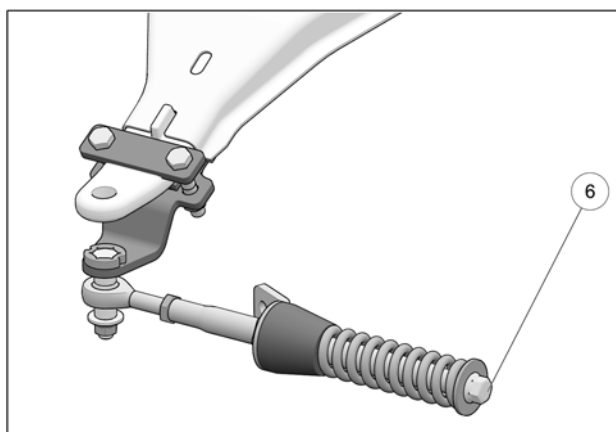

Fig. 30
18. Vérifier que le boulon du ressort (**6**) est serré au couple recommandé : 75 N•m [55 lb•pi]. Fig. 30